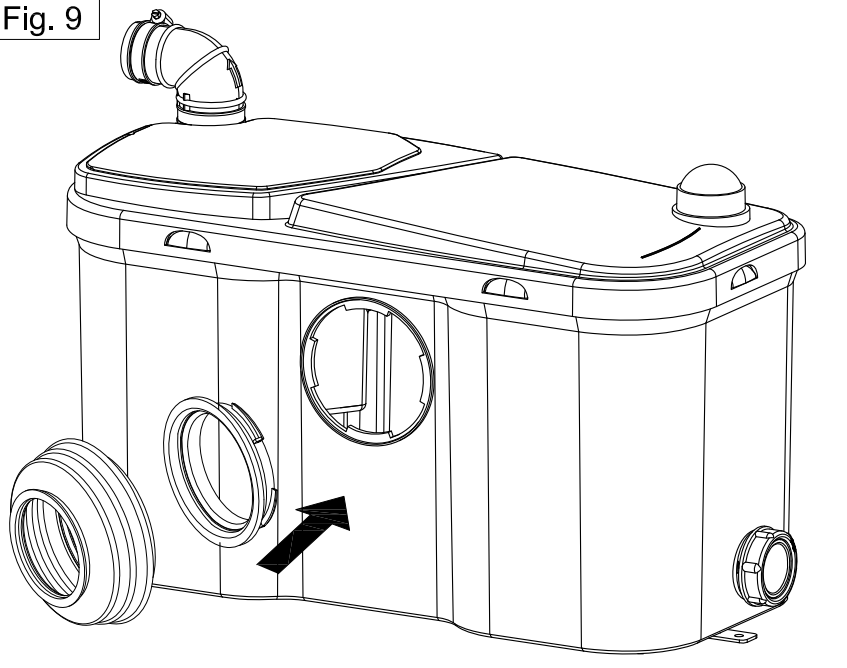

Fig. 10
- Fixer les pattes (F), avec les vis (G) dans l'appareil: fig. 10.